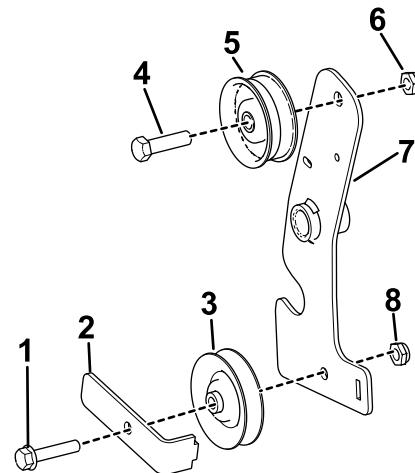

Figura 17
- A. Instale la polea tensora plana en la parte superior del brazo de embrague de tracción y fíjela con el perno (5/16" x 1 1/2") y la contratuerca (5/16") (Figura 17).
- B. Instale la polea tensora en V, la correa de tracción y la guía de correa en la parte inferior del brazo de embrague de tracción y fíjelo con el perno (5/16" x 1 1/2") y la contratuerca (5/16") nuevos (Figura 17).